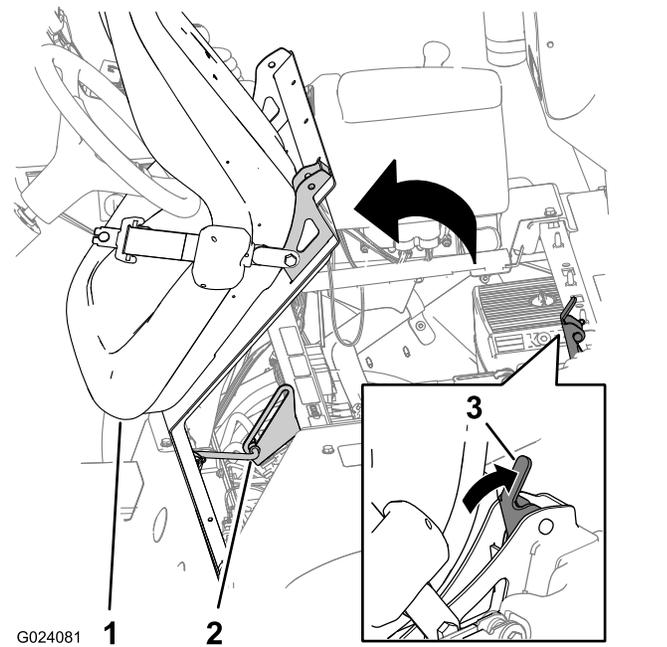

Figure 1
1. Déverrouillez le siège en poussant la poignée de verrouillage vers l'arrière (Figure 1).
2. Faites pivoter le siège et son plateau vers l'avant jusqu'à ce que l'extrémité de la béquille s'engage au bas de la fente dans le support (Figure 1).